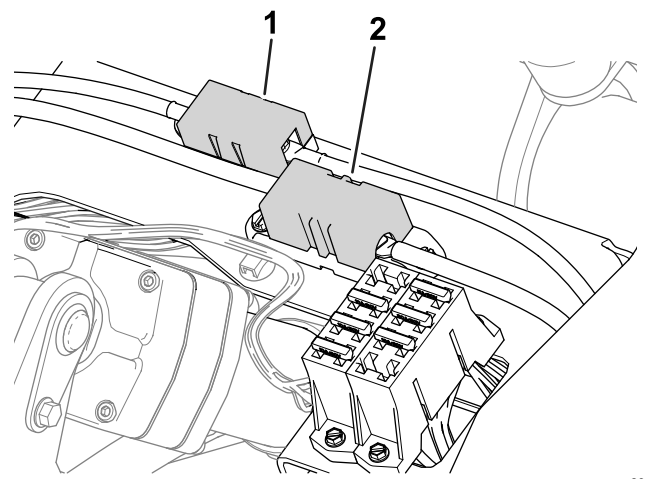

図 56
- ジェネレータのヒューズ 100 A と右ホイールモータのヒューズ 60 A は座席下にあります 図 56。